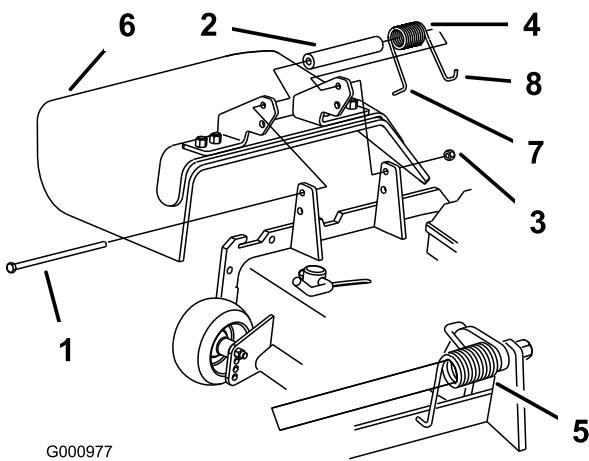

Figura 85
1. Retire la contratuerca, el perno, el muelle y el espaciador que sujetan el deflector a los soportes de pivote (Figura 85). Retire el deflector de hierba dañado o desgastado.
Nota: Asegúrese de colocar el extremo en L del muelle detrás del reborde de la plataforma antes de instalar el perno, según muestra Figura 85.
3. Instale el perno y la tuerca. Coloque el extremo en J del muelle alrededor del deflector de hierba (Figura 85).